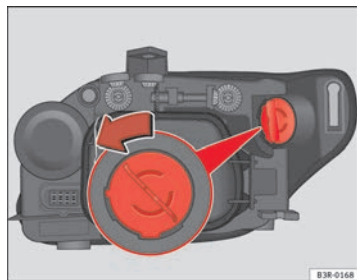

Abb. 191 Glühlampe für Blinker
- Drehen Sie den Lampenträger gegen den Uhrzeigersinn und ziehen Sie ihn ⇒ **Abb. 191** mit der Glühlampe heraus.